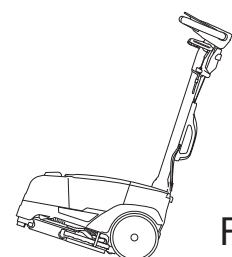

Fig.7
- 機械に対して垂直になるようにハンドルの角度を設定します。機械を後方に傾けると（図7）、必要に応じて後方または前方に動かすことができます。